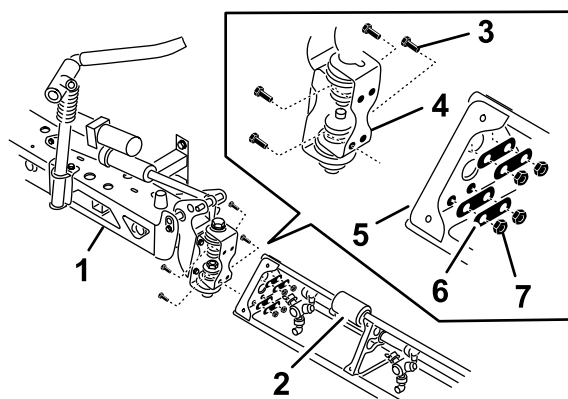

Figure 40
2. Faites pivoter chaque support d'articulation au bout de la section de rampe centrale de façon à aligner les supports sur le plan vertical (Figure 40).
4. Fixez le support d'articulation à la plaque triangulaire au moyen des 4 boulons à embase, 4 plaques d'appui et 4 contre-écrous à embase (Figure 40) que vous avez retirés à l'opération (1).
6. Placez la tige du vérin de levage de la rampe en face des trous dans la fourche du support d'articulation (Figure 40).
7. Fixez la tige à la fourche du support d'articulation au moyen d'un axe de chape et d'une goupille fendue (Figure 40).